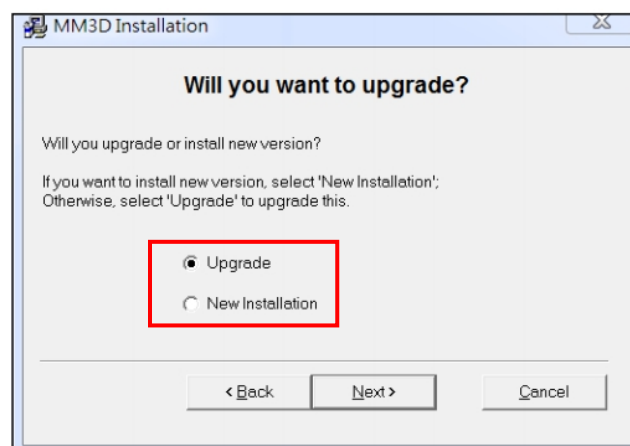

图 4
- (4) 选择欲将软件升级「Upgrade」或重新安装「New Installation」，见下图 4。选定后请按「Next」进行下一步骤。